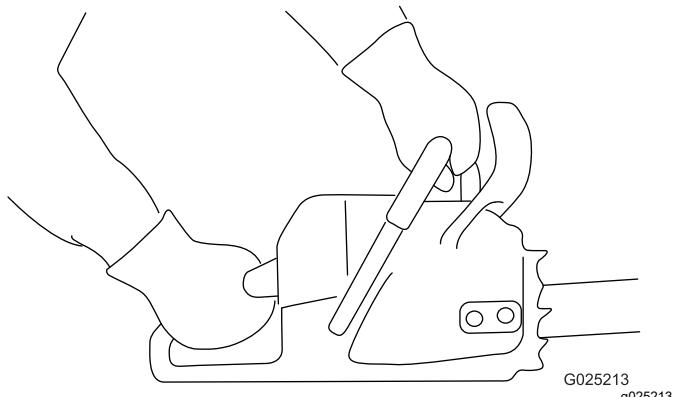

Figura 11
1. Agarre la motosierra con las dos manos, con la mano izquierda en la empuñadura delantera y la mano derecha en la empuñadura trasera, como se muestra en Figura 11.
- Sujete la motosierra como se muestra en la Figura 11.
3. Sujete la motosierra como se muestra en la Figura 11.
1. Sujete la motosierra como se muestra en la Figura 11.